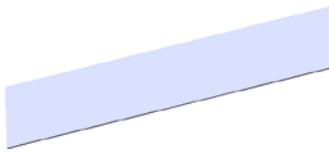
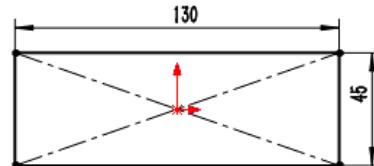

图 11.2.2 基体一法兰 1
图 11.2.3 横断面草图
Step2. 创建图 11.2.2 所示的钣金基础特征——基体—法兰 1。
(1) 选择命令。选择下拉菜单 **插入(I)** → **钣金(B)** → **基体法兰(A)** 命令(或单击“钣金”工具栏上的“基体法兰/薄片”按钮)。
(2) 定义特征的横断面草图。选取前视基准面作为草图基准面，在草图环境中绘制图 11.2.3 所示的横断面草图。
(3) 定义钣金参数属性。
① 定义钣金参数。在 **钣金参数(S)** 区域的文本框 **t1** 中输入厚度 0.5。
② 定义钣金折弯系数。在 **折弯系数(A)** 区域的下拉列表中选择 **K 因子** 选项，把文本框 **K** 的因子系数改为 0.4。
③ 定义钣金自动切释放槽类型。在 **自动切释放槽(T)** 区域的下拉列表中选择 **矩形** 选项，选中 **使用释放槽比例(A)** 复选框，在 **比例(I):** 文本框中输入比例系数 0.5。
(4) 单击 按钮，完成基体一法兰 1 的创建。